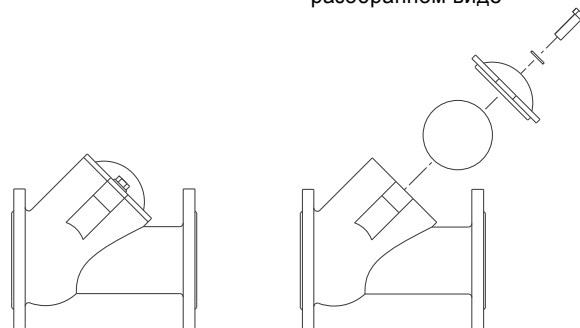

Рис. 30 Обратный клапан
3. Отвинтите два винта на крышке обратного клапана. См. рис. 30.